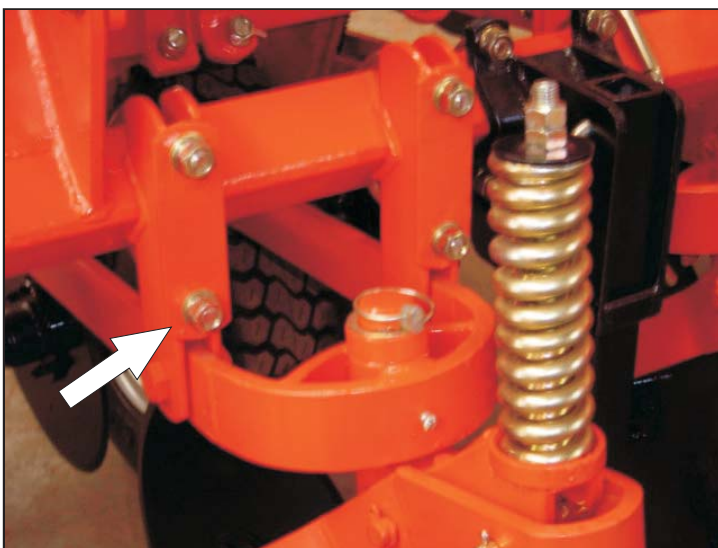

Fig. 30
3. Solte as abraçadeiras que fixam o suporte da linha de adubo no chassi frontal. - **Fig. 30**